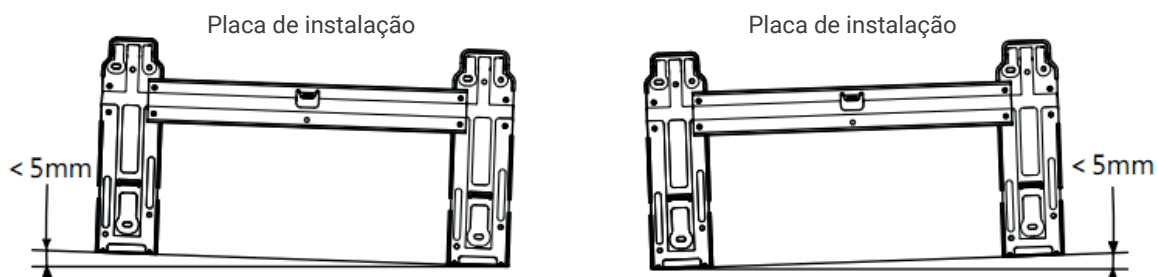

Fig.4
- Retire a placa metálica de instalação da unidade interior. Ajuste a placa de instalação na posição horizontal. A diferença de altura entre os lados esquerdo e direito da placa de instalação deve ser inferior a 5 mm. (Fig.4)